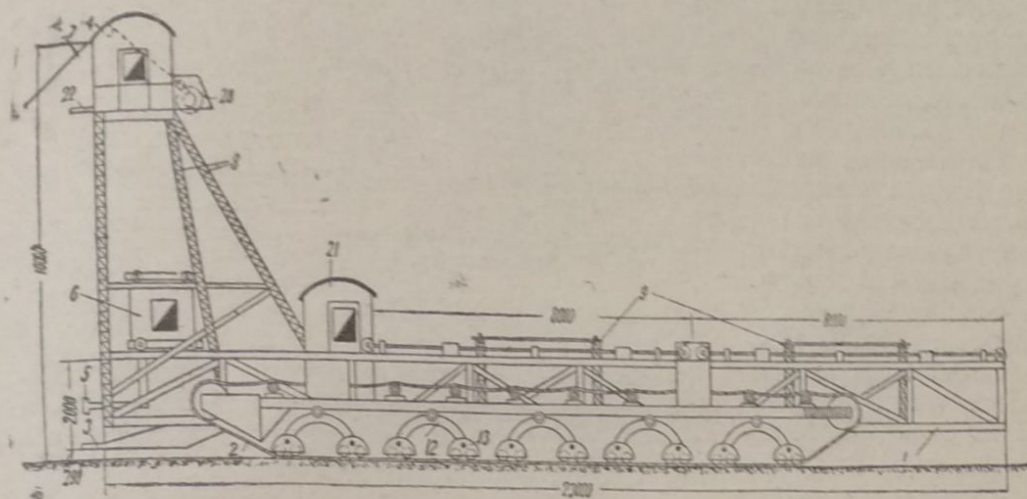

Рис. 1
На рис. 1 приведен общий вид запроектированного комбайна. На гусеничном ходу (2) покрывается металлическая площадка (1) размером 8 м × 23 м. В передней части площадки (1) расположен механизм (3) для спиливания деревьев с корня. Ширина охвата лесосеки комбайном с одной стоянки равна 5 м. Пильных механизмов два
Гусеничный ход комбайна спроектирован таким образом, что все неровности высотой до 50 см не будут препятствовать передвижению комбайна по лесосеке. Для этой цели опорные рамки (13) гусеничного хода (2) (рис. 1) могут поворачиваться в вертикальной плоскости благодаря шарнирной обойме (12).
Управление перечисленными механизмами сосредоточено в будке (21), исключение составляет управление механизмами направления валки и втаскивания дерева, которое находится в верхней будке (4), и управление клещами (5), находящееся в будке (6) (рис. 1).